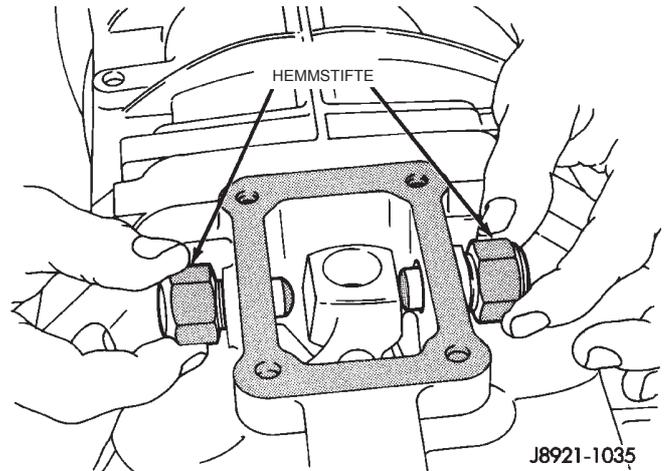

Abb. 24 Hemmstifte des Schaltfingers ausbauen
(11) Die Hemmstifte des Schaltfingers ausbauen (Abb. 24).